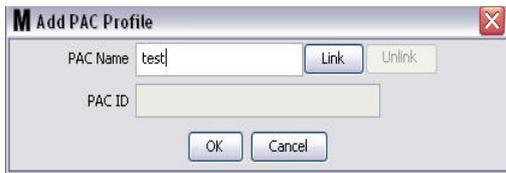

FIG. 113
3. Aparecerá la pantalla Agregar perfil de PAC representada en la FIG. 113. En esta pantalla, se le solicita el nombre del PAC. Después de que introduzca el nombre del PAC en el campo, haga clic en Aceptar para cerrar la pantalla y guardar los cambios.